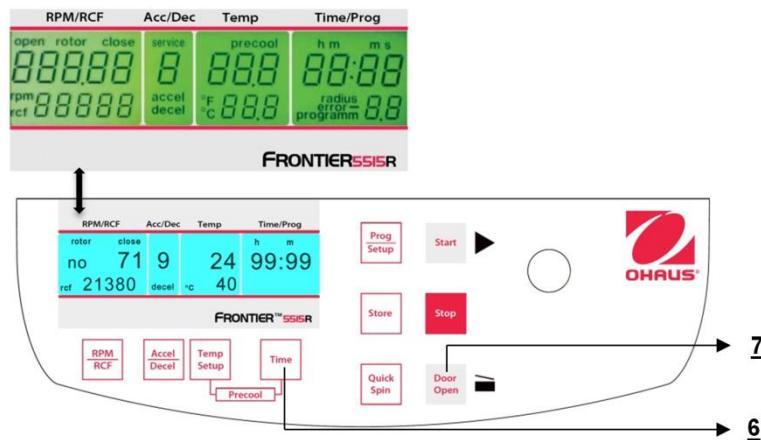

Figure. 29
La centrifugeuse étant hors tension, appuyer simultanément sur les touches "Time"(6) et "Door Open" (7), et mettre la centrifugeuse sous tension avec le commutateur principal. Relâcher les deux touches ; il en résultera l'exécution d'un test de l'affichage pendant environ 5 secondes. Tous les indicateurs apparaîtront simultanément (voir la figure 29).